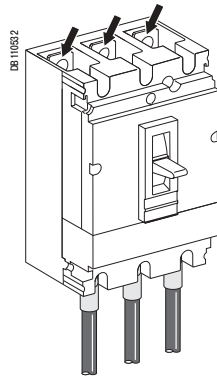

Рис. 20. Подключение силовых кабелей к автоматическим выключателям
- К автоматическому выключателю (рис. 20).